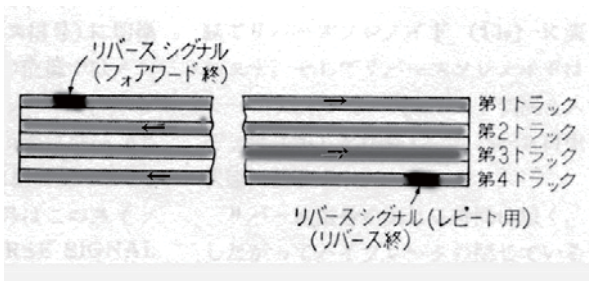
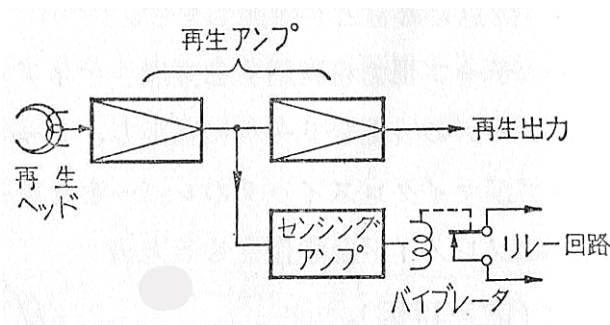

図58-2 リバース信号の録音
図58-3 リバース信号回路
(2) オートリバース機構：第1トラック(または第4トラック)に20Hzの信号を録音しておき、再生時にこの信号を検出したとき、自動的に反転(リバース)動作に切替わる(図58-2、図58-3)。